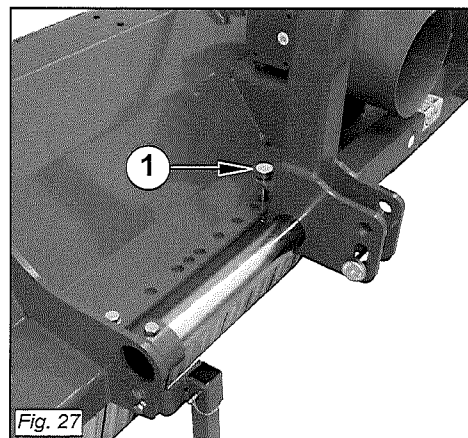

Fig. 27
- Plocka av stiftet (1 Fig. 27) från spärrhaksstängens.
- Fjern stiftet (1 Fig. 27) fra stopstangen.